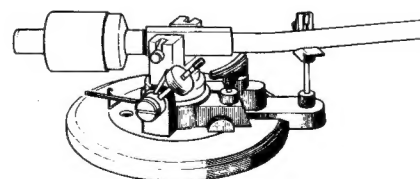

Fig. 10.
2. Assurez-vous que la tige anti-skating est fixée dans son ressort de blocage (fig. 10) et que le levier du lève-bras se trouve en position  $\nabla$ .
2. Nachprüfen, ob die Zugstange des Antiskating-Gewichts mit der Feder verbunden ist (siehe Fig. 10) und der PAUSE-Hebel auf  $\nabla$  steht.
2. Zorg ervoor dat het dwarsdrukcompensatie-stangetje in de veer zit (fig. 10) en dat de onderbrekingshefboom in de stand  $\nabla$  staat.
2. Kontrollera att antiskatingaxeln är fäst vid fjädern (Fig. 10) och att pauslyftaren är i läge  $\nabla$ .